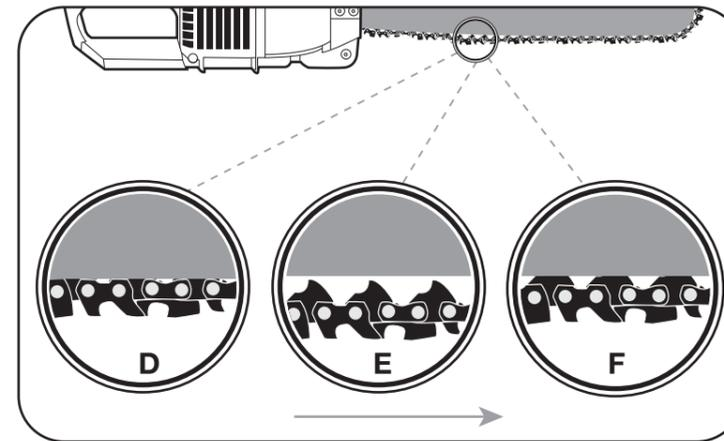
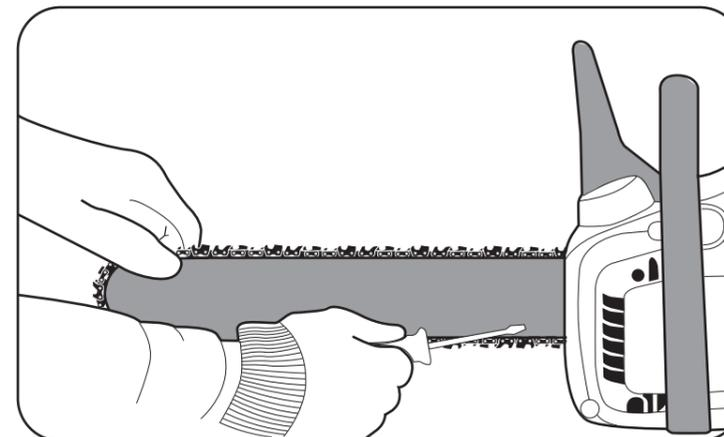

Figura 4
Figura 5
**ATENCIÓN:** si la cadena está DEMASIADO FLOJA (E) o DEMASIADO TENSA, los cojinetes de la barra guía, la cadena y la sierra se gastarán con mayor rapidez (Figura 4). Estudie la Figura 4 para ver la tensión en frío (D) correcta y la tensión en caliente (F) correcta.
1. Sostenga el extremo de la barra guía hacia arriba y gire el tornillo de ajuste EN SENTIDO HORARIO para incrementar la tensión de la cadena. Mantenga siempre un ajuste ceñido en toda la barra (Figura 5). Vea la tensión correcta de la cadena en la Figura 4.